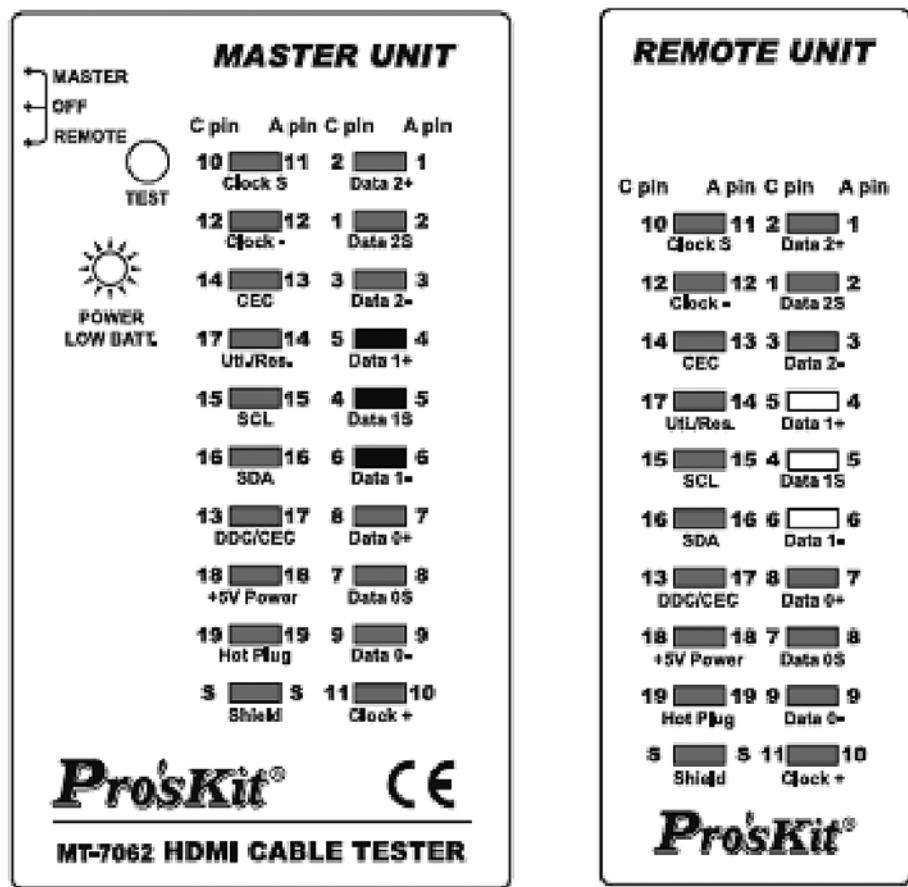

Рис. 8. Короткое замыкание проводников (Short)
- Короткое замыкание проводников (Short): светодиоды на основном блоке с номерами этих проводов буду светиться ярче, а соответствующие индикаторы на модуле для удаленного контроля блока не светятся (рис.8.).